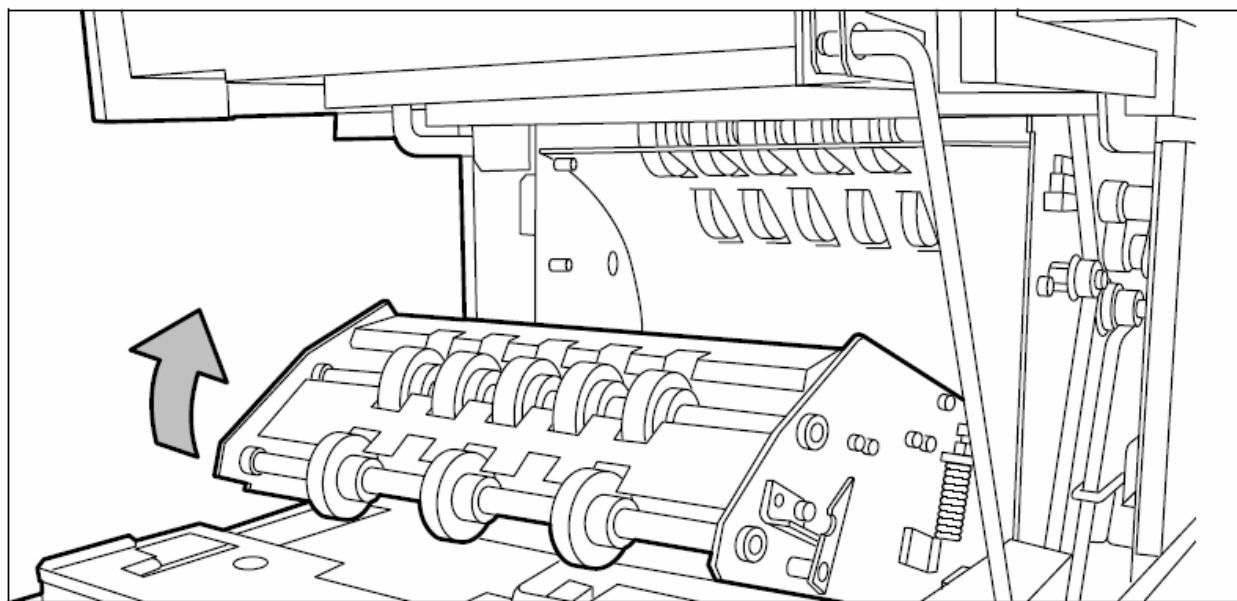

Рисунок 141: Закрытие секции вертикального транспортного устройства
10. Закройте секцию узла вертикальной транспортировки (смотрите рисунок 141).